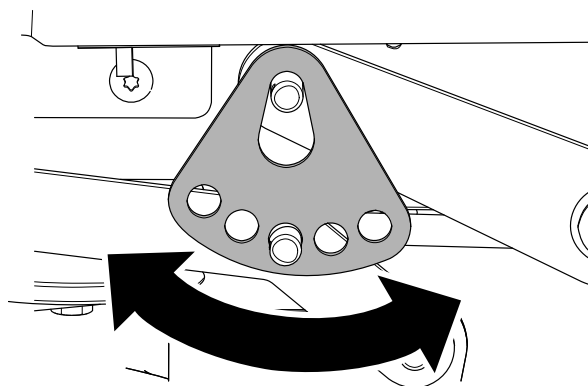

Figura 71
7. Gire la placa de ajuste de la altura de corte a otro orificio para que apoye el peso de la carcasa de corte después de instalar la placa (Figura 71).
8. Instale la arandela y la chaveta (Figura 71).